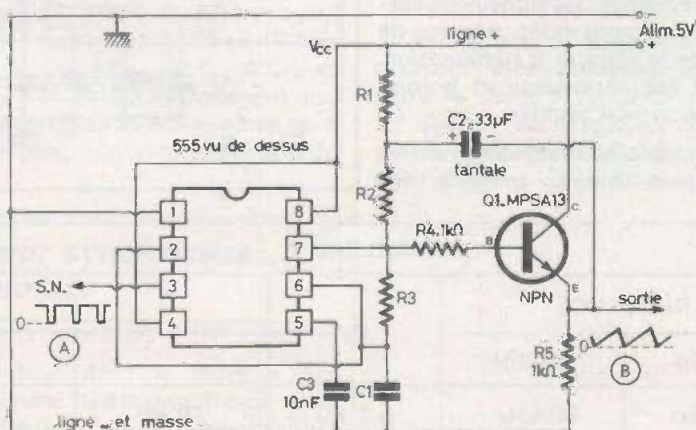
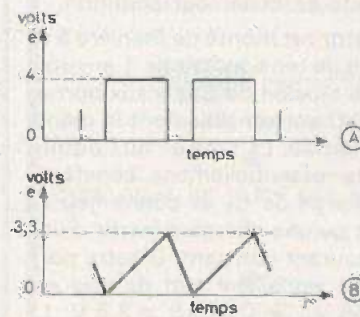
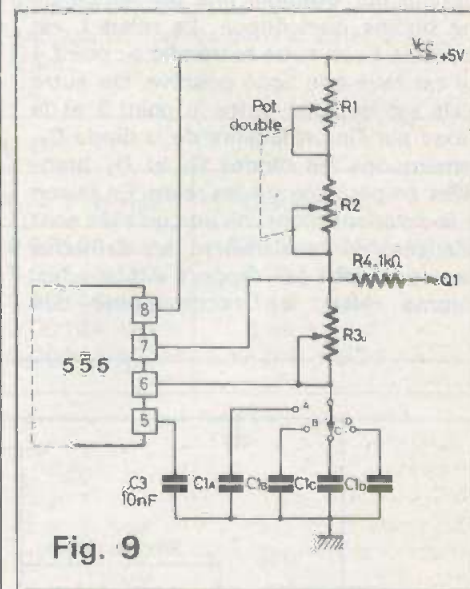
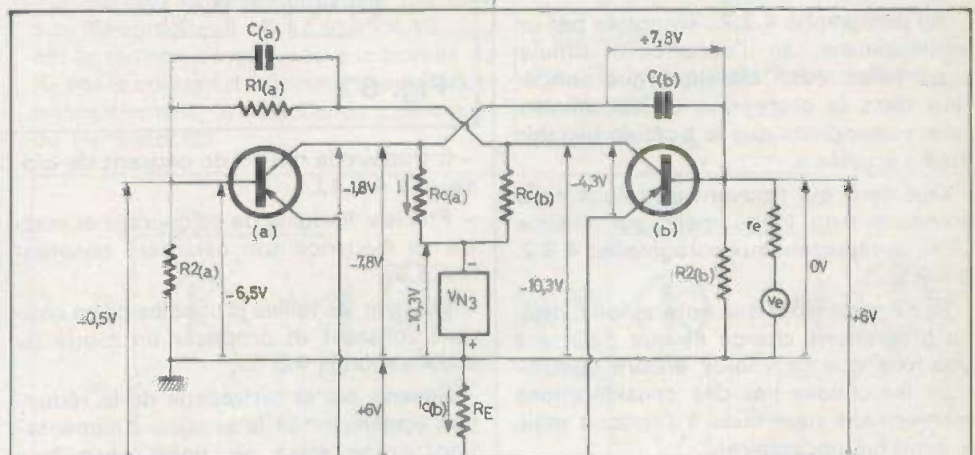

Fig. 7
Fig. 8
Fig. 9
Fig. 59
teur du transistor  $Q_1$ , NPN des signaux en dents de scie (voir fig. 7). Leurs amplitudes sont 4 V et 3,3 V respectivement comme indiqué à la figure 8. Ce générateur a été proposé par Franck Cicchiello dans Electronics du 18 mars 1976. Une des qualités de ce générateur est sa stabilité en fonction de la température et son alimentation à tension réduite, de 5 V seulement.
La plupart des valeurs sont indiquées sur le schéma de la figure 7. Voici comment déterminer les valeurs non indiquées. En premier lieu on consultera le tableau II qui donne les valeurs de résistances  $R_1$ ,  $R_2$ ,  $R_3$  et du condensateur  $C_1$  en fonction de la fréquence  $f$  qui est la même pour les deux signaux de sortie, celui à impulsions et celui en dents de scie à la sortie de  $Q_1$  (tableau II).
Il sera toutefois nécessaire de choisir des valeurs des éléments telles que les conditions (1) à (6) soient respectées. La modification du schéma de la figure 7 est indiquée à la figure 9. A remarquer que  $R_1$  étant toujours égale à  $R_2$  il est tout indiqué d'utiliser un potentiomètre double à deux éléments égaux branchés de manière à ce que leurs résistances en service restent toujours égales. On adoptera  $R_1 = R_2 = 1\text{ M}\Omega$  potentiomètre logarithmique.  $R_3$  sera également à variation logarithmique de  $10\text{ k}\Omega$ .
Quand la bascule monostable prend la forme du schéma de la figure 59, il n'est guère besoin d'explications si l'on se souvient des figures 9 et 14 (schémas à source auxiliaire  $V_{N2}$ ) et de ce qui a été dit sur le même sujet pour la bascule bistable (fig. 50).
A noter, pour les figures 9 et 14, que celles-ci s'inscrivaient dans un cadre comprenant six figures... dont les numéros ont été oubliés !
Il est visible que, mis en présence de la figure 59, on peut, par exemple, s'intéresser à l'état possible du transistor (b).
Toutes les tensions de la bascule monostable, dans cet état, sont portées sur le schéma de la figure 59. En y regardant de près, on y trouve toutes les tensions connues :
toutes tensions que l'on trouvait, déjà, dans la figure 9. On découvre aussi, dans ce même schéma de la figure 59, des tensions qui semblent nouvelles : non pas  $V_{N3} = -10,3 \text{ V}$  que nous avons déjà justifiée (voir 4.3.4.), mais aussi d'autres tensions qui en découlent et, pour cela, paraissent nouvelles, alors qu'il ne s'agit que des conséquences du remplacement de la source auxiliaire  $V_{N2}$  par la tension  $V_{RE} = R_E \times i_E (= 6 \text{ V})$